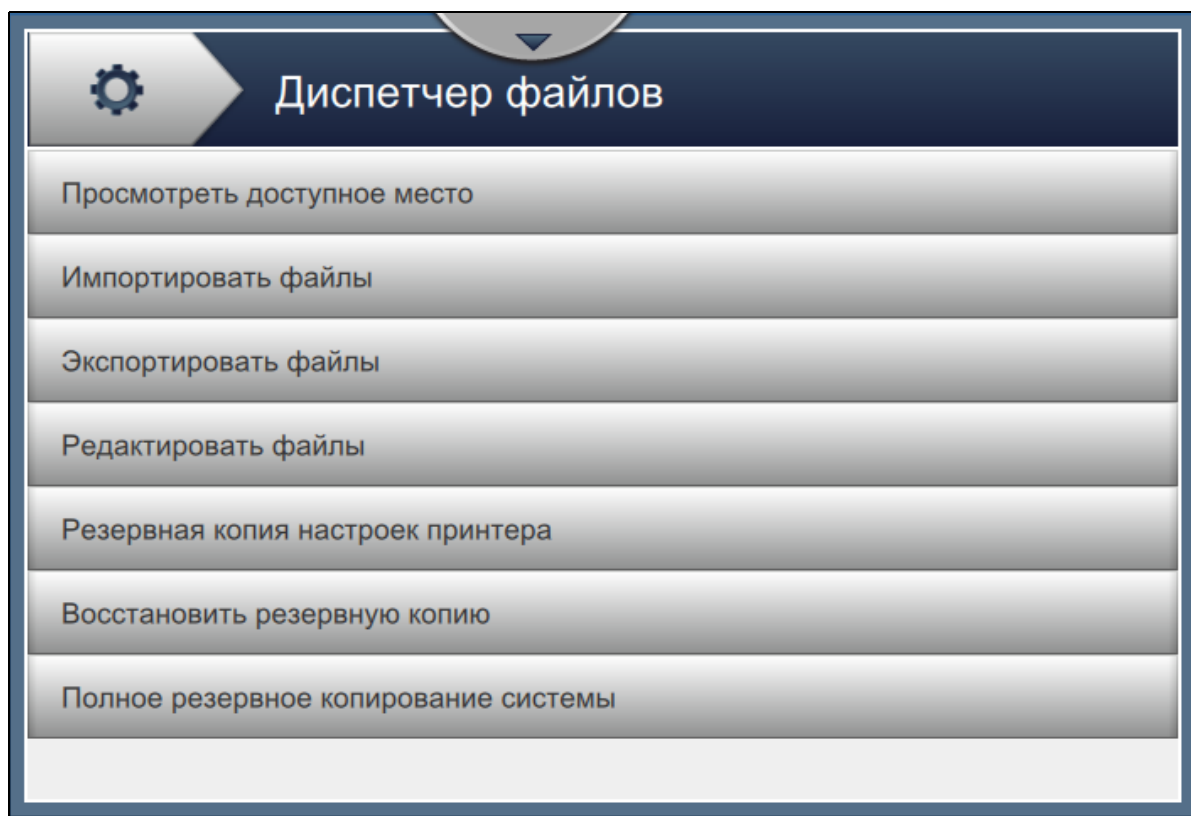

Рис. 6-6. Диспетчер файлов
1. Нажмите кнопку  на экране «Инструменты». Откроется экран «Диспетчер файлов», как показано на Рис. 6-6.